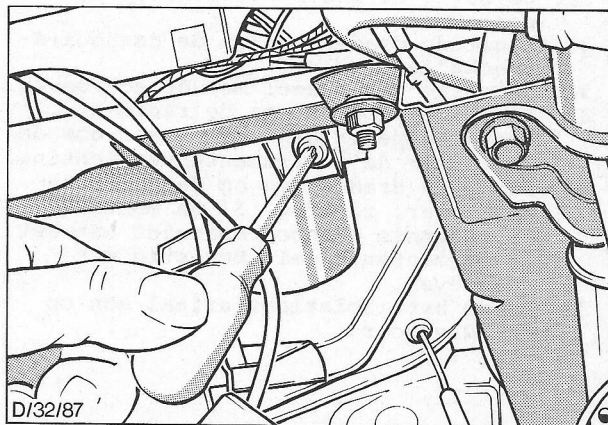

Fig. 28. Bevestigingsschroef van wissermotor verwijderen
17. Verwijder de bevestigingsmoeren van de wisseras en de montageschroef van de wissermotorsteun. Zie fig.28. Neem de wissermotor en de verbindingen uit de auto. Maak de krukvormige arm van de wissermotor los van de verbindingen. De arm heeft een drukpassing.